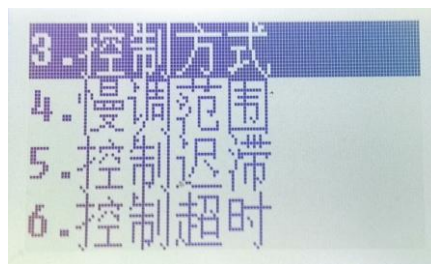

图 3-3
1. 按两下  键，将光标移到“3. 控制方式”，如图 3-3 所示。